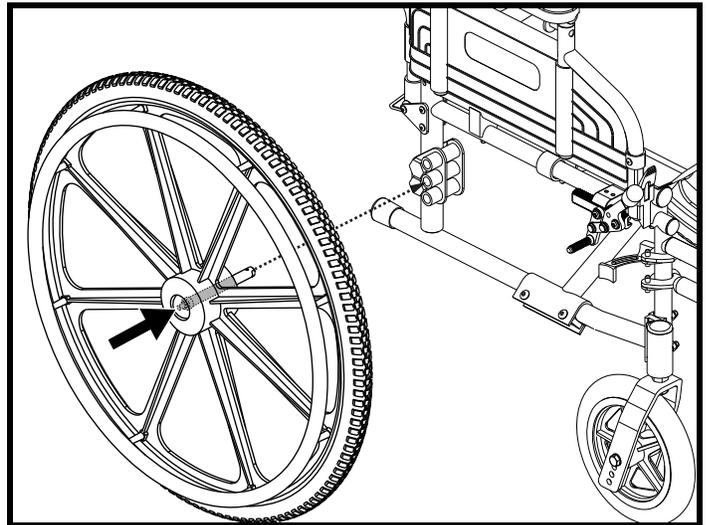

Figure 11. Bouton de détente rapide de la roues
1. Pesez sur le bouton de détente rapide et enlevez la roue. **Voir la figure 11.**
1. Pesez sur le bouton de détente rapide et enlevez la roue. Voir la figure 11.